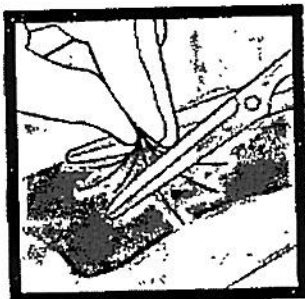

Figura 10
10. Recorte un agujero de 1 cm de diámetro en el paño, en un punto cómodo sobre el apósito de espuma. Para ello, pellizque el paño y levántelo (**figura 10**).